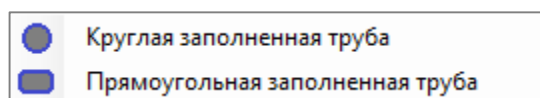

Рис. 2.347. Список сталежелезобетонных сечений
• **Сталежелезобетон** (кнопка **Сталежелезобетон** ▾). Сталежелезобетонные сечения представлены двумя типами: **Круглая заполненная труба** и **Прямоугольная заполненная труба** (рис. 2.347). Переход к необходимому типу сечения осуществляется щелчком мыши по выбранному элементу списка.